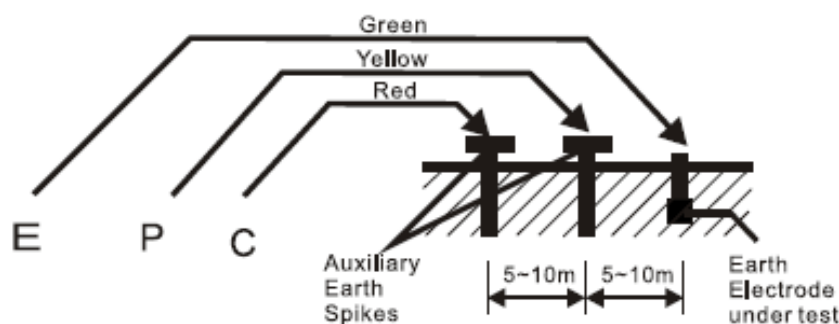

Fig.1
- a. Connectez les câbles d'essai vert, jaune et rouge aux terminaux de l'instrument E, P et C avec les pointes de terre P1, C1 introduites dans la terre « en ligne droite » (Fig. 1).
* Suivez la connexion adéquate comme sur la Fig.1.